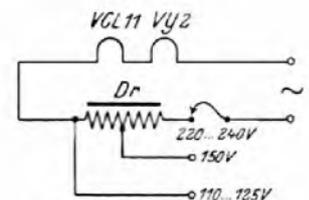

Bild 2. Die umschaltbare Drossel im Heizkreis für verschiedene Netzspannungen.
Der mit einer Drossel bestückte Heizkreis für den DKE ist aus Bild 2 ersichtlich. Der Vorteil der Drossel gegenüber einem Kondensator besteht darin, daß sie für alle Spannungen verwendbar ist. Während bei 220 Volt die gesamte Drossel angeschlossen bleibt, ist bei einer Spannung von 150 Volt nur eine Anzapfung notwendig, die den Blindwiderstand entsprechend der niedrigeren Spannung herabsetzt. Nach Gleichung (4) bedeutet das auch, daß mit abnehmender Netzspannung die Induktivität kleiner wird. Bei der Verwendung eines Kondensators sind die Größenverhältnisse gerade umgekehrt. Aus der Formel $C = \frac{1}{\omega \cdot R_C}$ ist zu er-
Bild 2. Dasselbe Gerät (mit Hf-, Misch-, Zf-, 2 Zf-, Gleichrichter, Nf-, -Endstufe, und Zf-Überlagerer für Telegraphieempfang, der selbstverständlich weggelassen werden kann) im Querschnitt. Man beachte die gute Zugänglichkeit der Trimmer und Spulenkern durch die Löcher im Gehäuseboden. Der Netzteil wird gesondert mit den Lautsprechern neben das Gestell gesetzt.